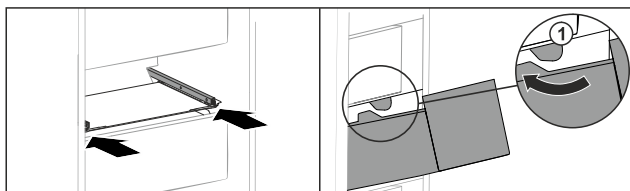

Fig. 216
- ▶ Ved'te zásuvku podél zarážek Fig. 216 (1).